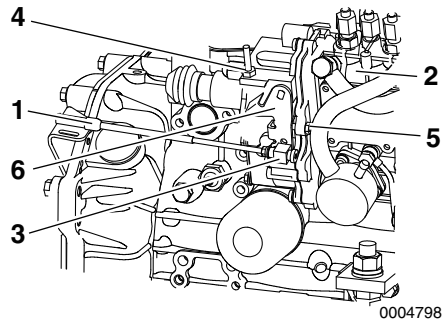

Figura 4
Non regolare mai il bullone di arresto dell'alta velocità (**Figura 4, (4)**) sul regolatore. Questo renderebbe invalida la garanzia del motore.